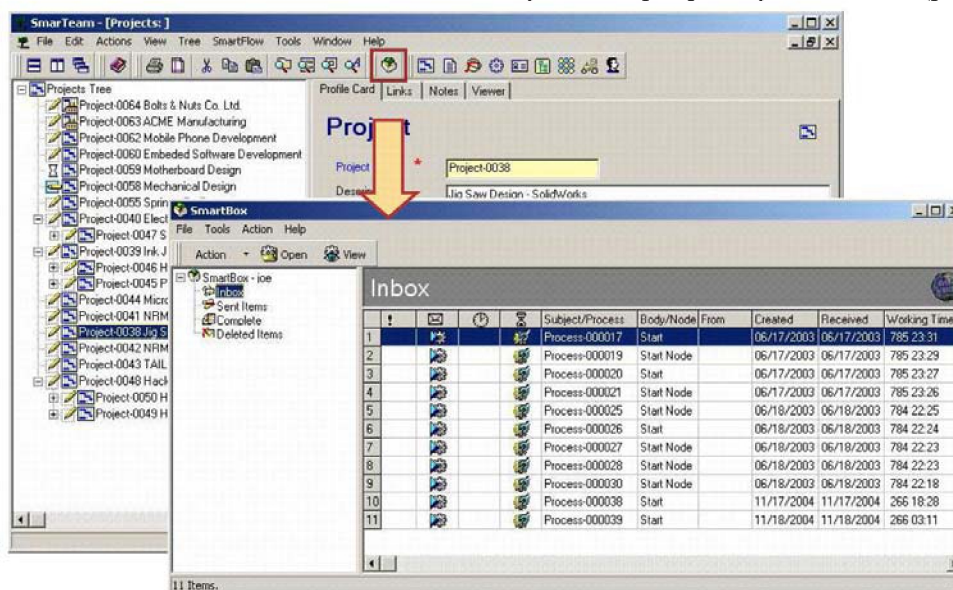

Рис.15. Запуск программы SmartBox (Внутренней почты)
- Нажмите на значок «SmartBox», чтобы запустить программу SmartBox (рис. 15).